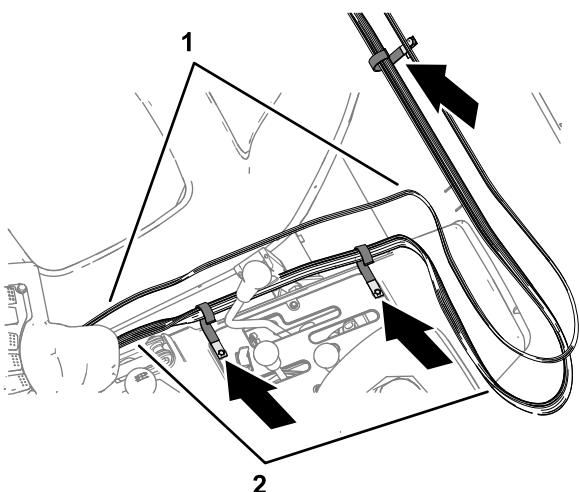

Figure 62
5. Au niveau de la console centrale, acheminez le faisceau avant le long du faisceau du pulvérisateur puis alignez le faisceau avant à l'intérieur des colliers de support (Figure 62).